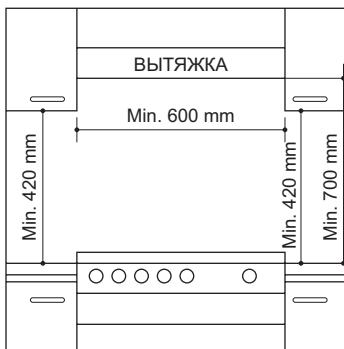

Рис. 4
- Шкафы, расположенные рядом с вытяжкой, помещают на высоте не менее 420 мм от варочной поверхности (Рис. 4).
- При установке варочной поверхности под навесным шкафом, расстояние между ними должно быть не менее 700 мм (Рис. 4).